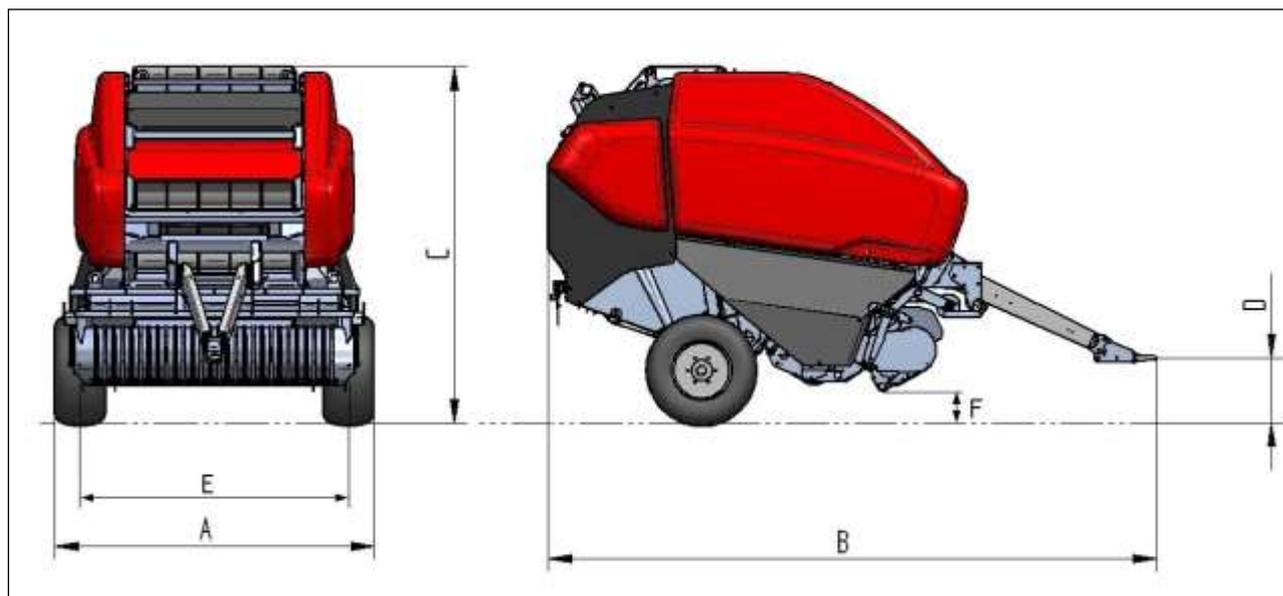
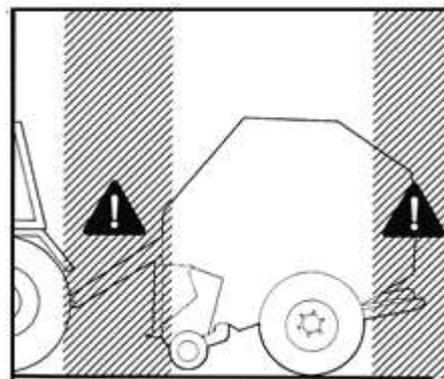

Fig. 3 - Dimensions d'encombrement de la machine
Fig. 4 - Zone de danger
- Il est absolument interdit de se placer entre le tracteur et la presse à moteur allumé (fig. 3) sans même avoir serré le frein de stationnement et avoir mis, sous les roues un sabot d'appropriées dimensions (Fig. 4) sans même avoir serré le frein de stationnement et avoir mis, sous les roues un sabot d'appropriées dimensions ;